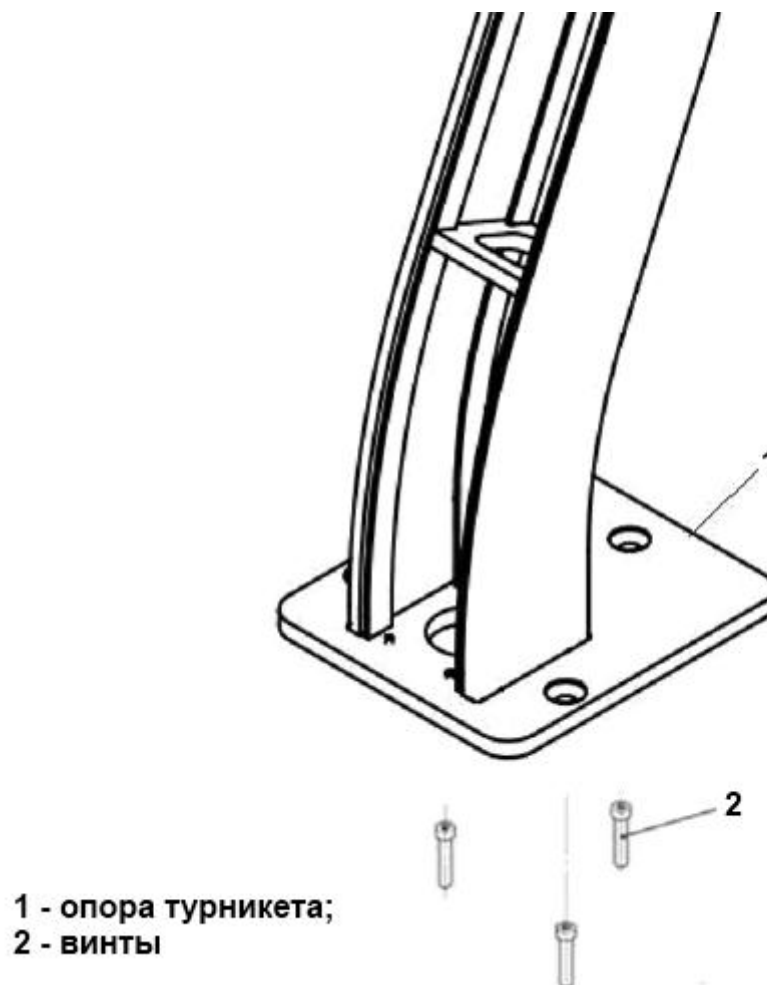

Рисунок 7 – Подготовка к установке турникета
4.2.8 Совместить отверстия в стойке турникета с анкерами в полу (Рисунок 7 – 1).
Закрепить стойку турникета 3 винтами (Рисунок 7 – 2), закрутив их в соответствующие анкера, используя ключ для винта с внутренним шестигранником S5.